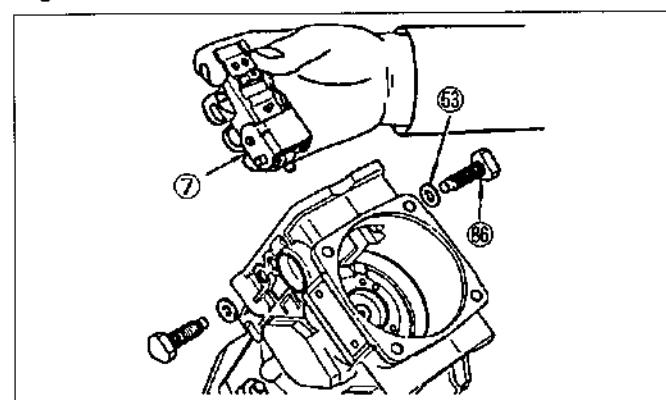

Figura.12-16 Extracción de la palanca del regulador
Con la llave de caja de soporte del regulador (STT), extraiga los pernos del enlace del regulador ⑯ y las arandelas ⑰ y eleve el conjunto de la palanca del regulador para sacarlo de la bomba. (Vea la figura.12-16)